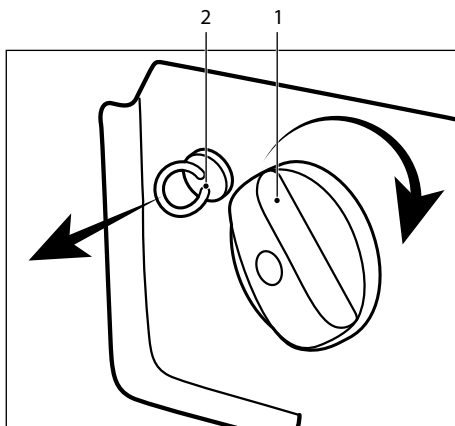

Рис. 10
- 7.1.2 Откройте топливный кран 1 и вытащите на себя кран 2 для закрытия воздушной заслонки (рис. 10).